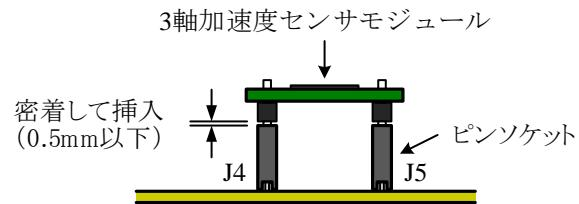

図18 3軸加速度センサモジュール基板の取付け方
- ⑮ 3軸加速度センサモジュール (SEN1) は、図18のようにピンソケット (J4, J5) に挿入し取り付ける。モジュール基板の1ピンがピンソケット J4 側になるよう、向きを間違えないで挿入すること。なお、ソケットとの隙間は、0.5mm 以下とする。